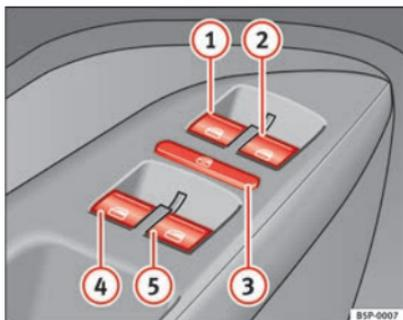

Fig. 69 Dettaglio della porta del conducente: interruttori dei finestrini anteriori e posteriori
I tasti ⇒ fig. 69 ① e ② hanno due livelli per l'apertura e due per la chiusura dei finestrini. In questo modo è più facile eseguire le operazioni di apertura e chiusura.